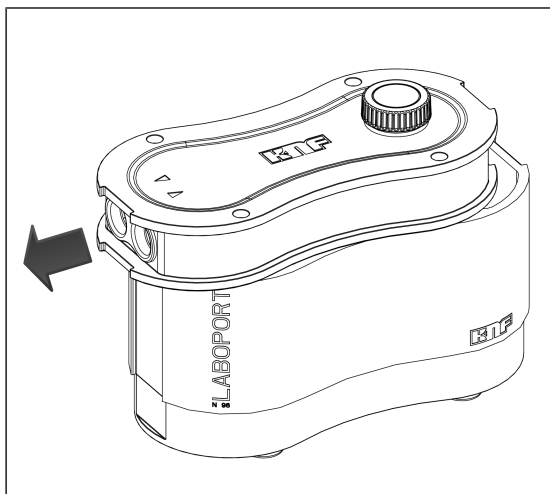

Fig.9: Deslizar la tapa de la carcasa por encima de las conexiones de gas (abrir la bomba)
2. Deslizar la tapa de la carcasa (2) por encima de las conexiones de gas (ver Fig. 9).